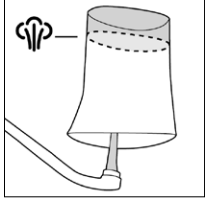

Figura 12
2. Llene la jarra para medir el agua con agua filtrada (Figura 12) hasta la línea de vapor  with filtered water (Figura 12) y vierta en el depósito de agua.